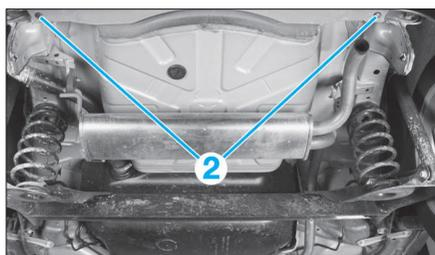

FIG. 132
- Déposer les agrafes (2) (Fig.132).